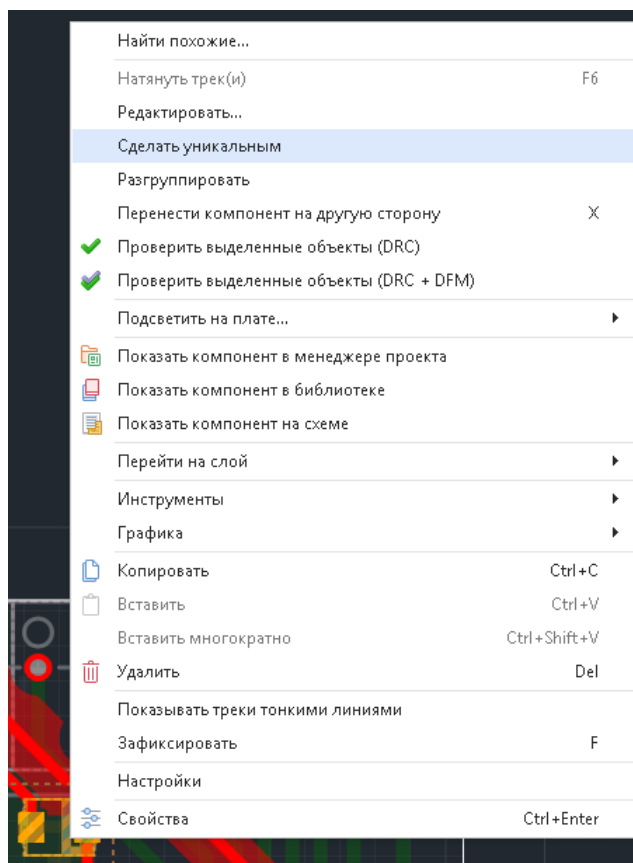

Рис. 120 Создание уникального посадочного
2. В контекстном меню выбрать «Сделать уникальным», см. Рис. 120.